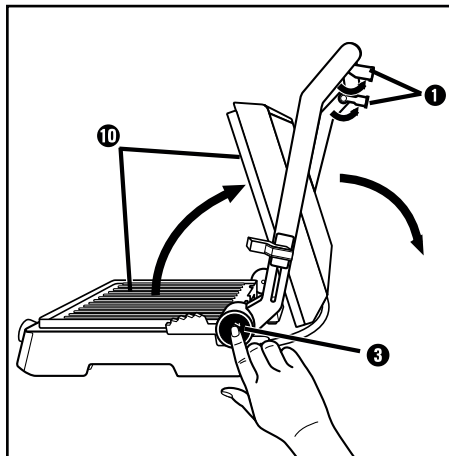

Fig. 1
- 1) Abra os dois pés de apoio **1** (fig. 1).
- 2) Carregue na tecla de desbloqueio 180° **3** (fig. 1) e abra a tampa do aparelho de tal forma que ambas as placas de aquecimento **10** possam ser utilizadas como grelhador de mesa.